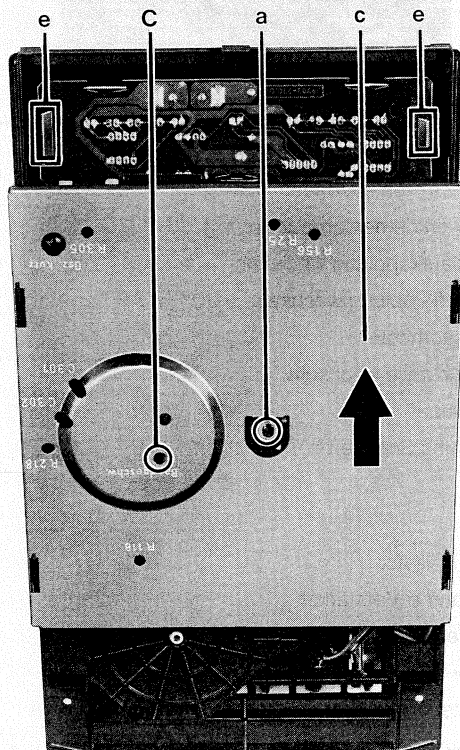

Abb. 2 Abschirmhaube abnehmen – Bandgeschwindigkeit einstellen.
2. Abschirmung abnehmen (Abb. 2)